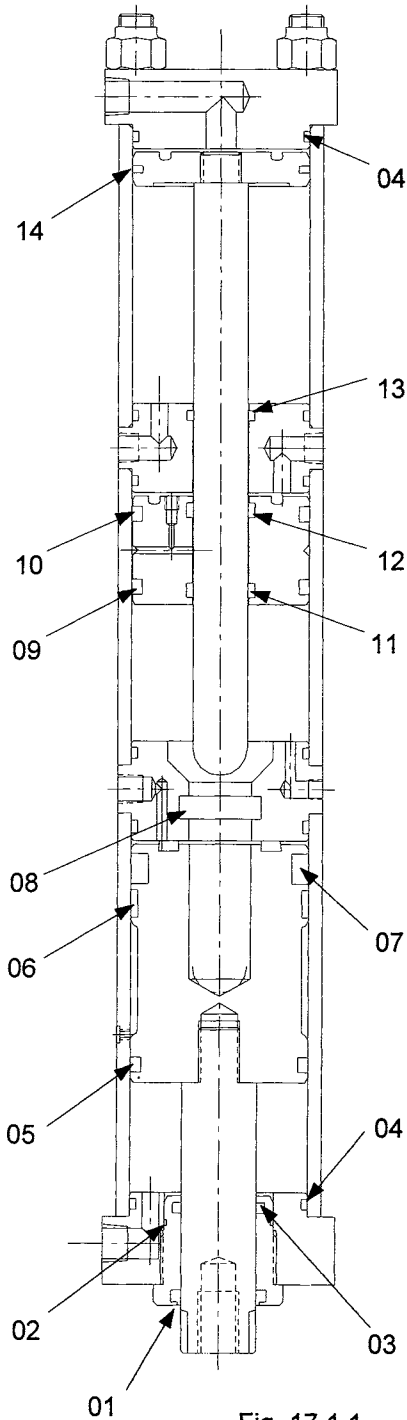

Fig. 17.1.1
17.1 HPI Series Cylinder (Fig. 17.1.1)